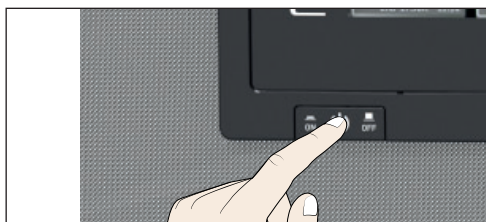

Fig. 22 Apagar el equipo
4. Apague el equipo con el interruptor principal (Fig. 22).